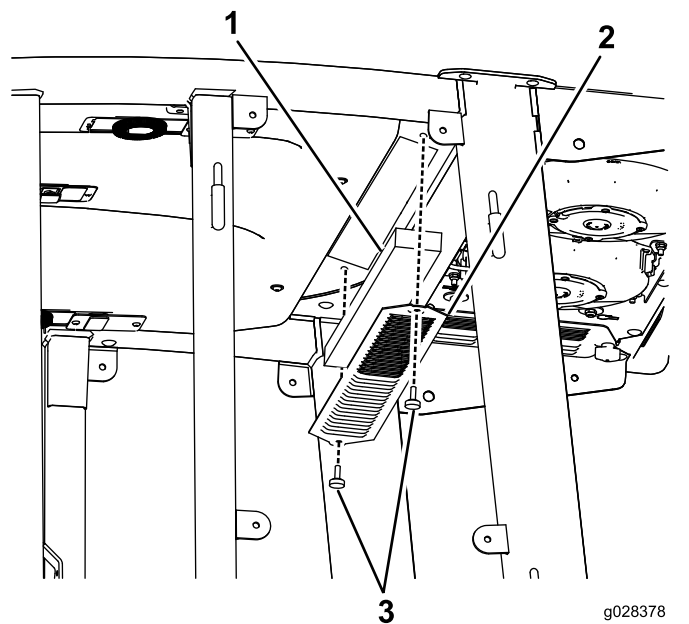
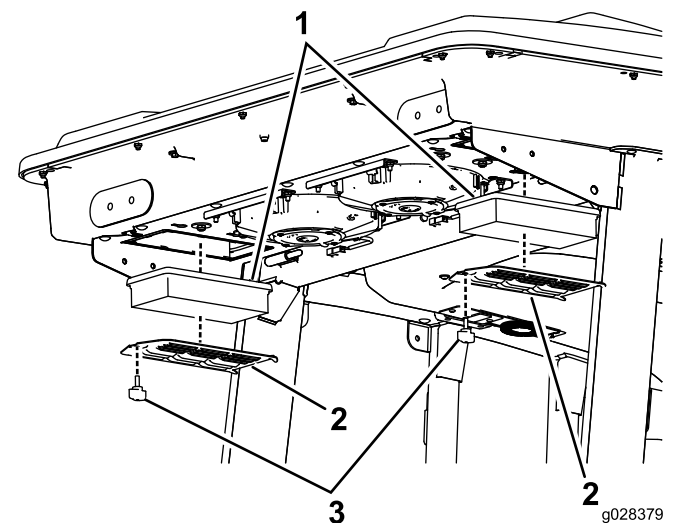
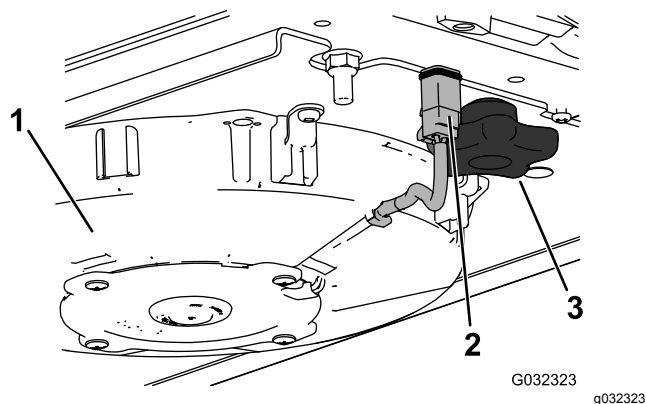
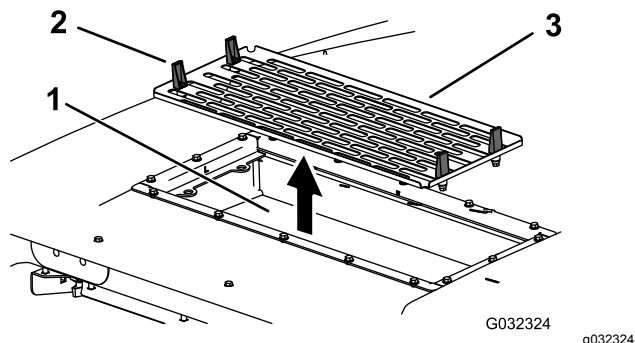

Figura 142
Figura 143
Figura 145
Figura 146
1. Rimuovete le viti e le griglie sia dal filtro dell'aria interno alla cabina, sia da quello sulla parte posteriore della cabina (Figura 142 e Figura 143).
5. Togliete i filtri dell'aria (vedere Figura 143).
7. Installate i filtri dell'aria, la griglia e il gruppo ventola (Figura 143, Figura 145 e Figura 146).
8. Collegate il filo per ciascuna ventola (Figura 145).